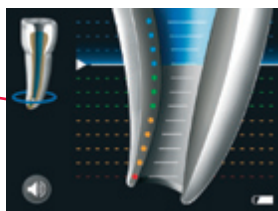

Рис.1
**Синие полосы** (см. рис. 1) представляют на апикальном ZOOM'e так называемую зону приближения, т. е., файл приближается к положению определения рабочей длины.